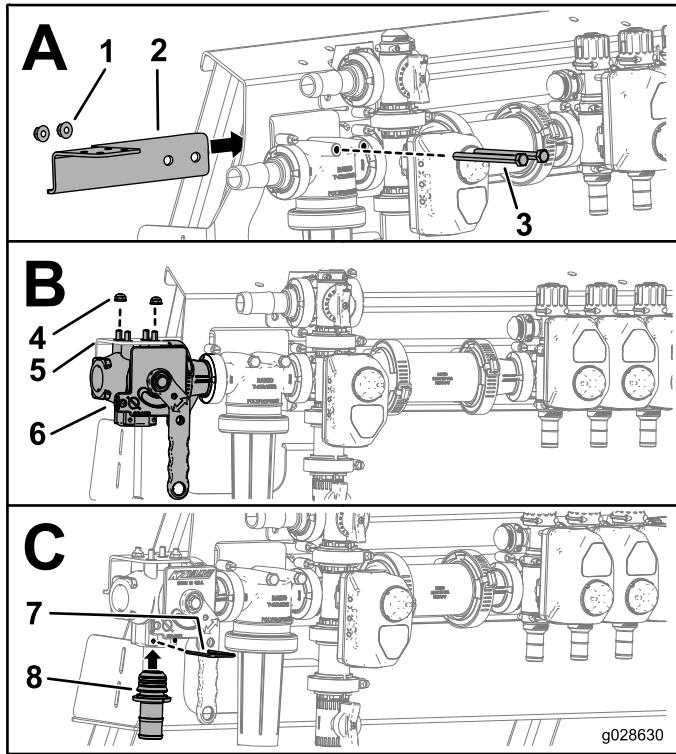

**Figure 3**
2. Débranchez et mettez au rebut les 3 flexibles, comme montré à la Figure 3, mais conservez les goupilles de fixation.